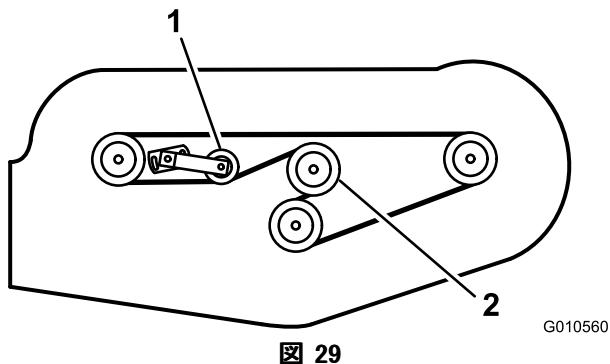

図 29
6. 新しいベルトをギアボックスの周囲からスピンドルプーリ、固定アイドラプーリ、可動（調整可能）プーリへと回し掛ける（図 29）。